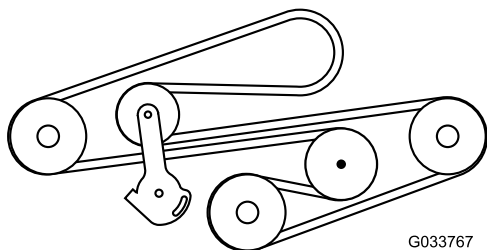

Bild 66
- Bringen Sie den Riemen an und verlegen in, wie in **Bild 66** abgebildet.